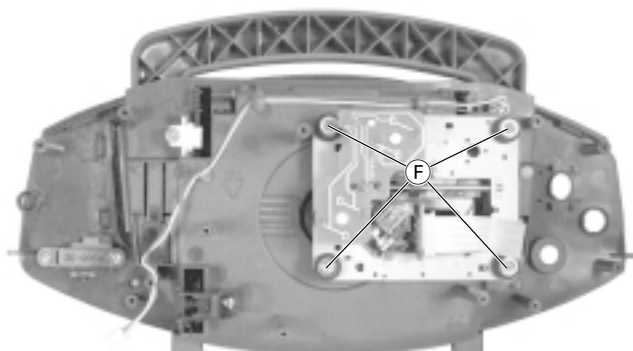

Fig. 5
- 4 Schrauben (F) herausschrauben (Fig. 5).
- Undo 4 screws (F) (Fig. 5).